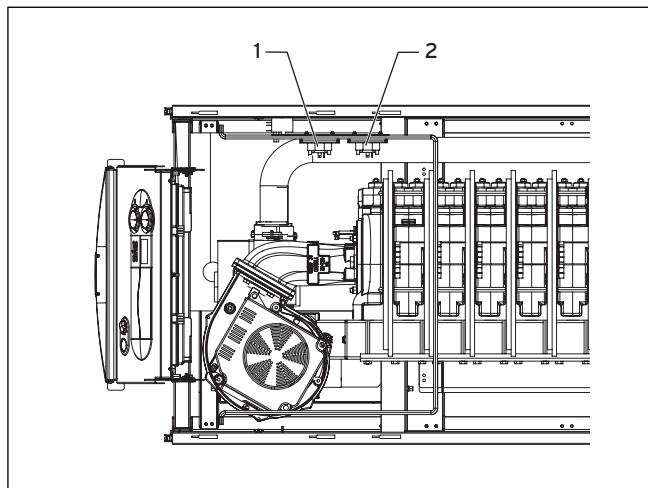

Fig. 8.4 Verificarea aparatului de control presiune gaze arse
- Verificați furtunul în privința aparatului de control presiune gaze arse (2, Fig. 8.4) în privința îmbâcsirilor și așezării corecte.
- Verificați furtunul în privința aparatului de control presiune aer ardere (1, Fig. 8.4) în privința îmbâcsirilor și așezării corecte.